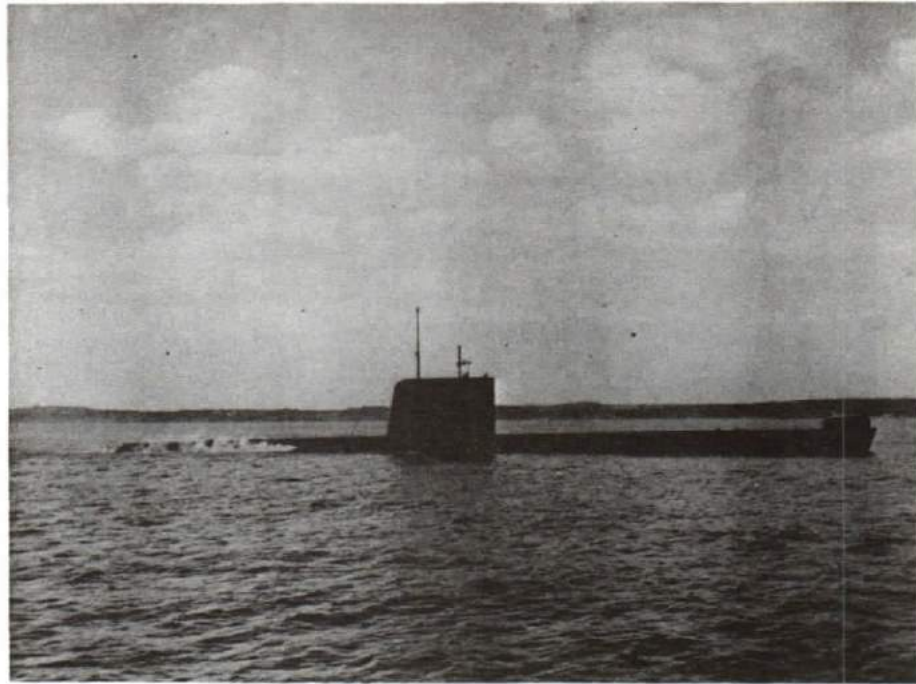

Figure 6-28
1. Although Canadian sailors have been employed in submarine duties for many years, Canada's own modern submarine fleet came into being in 1965 with the commissioning of HMCS Ojibwa, Figure 6-28.
1. Bien que les marins canadiens aient fait du service comme sous-mariniens depuis nombre d'années, ce n'est qu'en 1965 que le Canada a mis sur pied sa propre flotte de sous-marins, soit lors de la mise en service de l'*Ojibwa* (voir la figure 6-28).